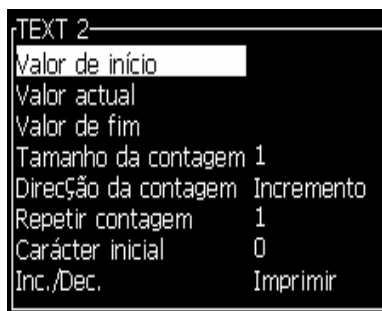

Figura 5-39: Caixa de diálogo Novo contador
- 4 Pressione a tecla *Enter* para abrir a caixa de diálogo para os contadores (veja Figura 5-39).
- 5 Defina os valores para todos os campos existentes na caixa de diálogo *Configuração do contador* (veja Figura 5-39).